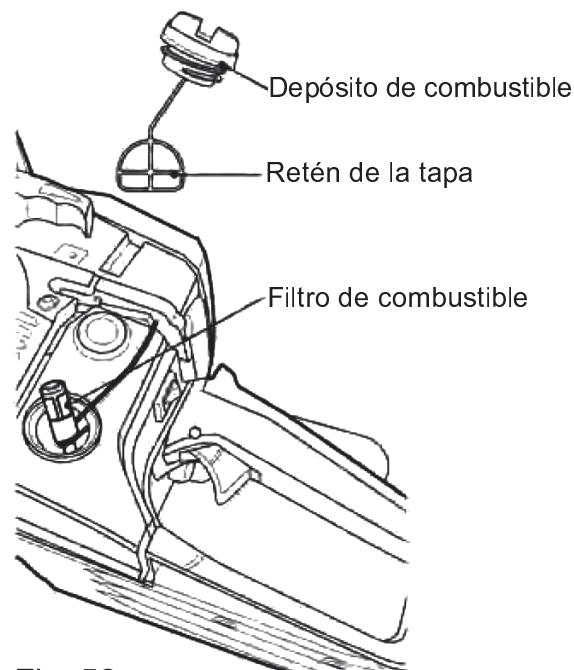

Fig. 52
- > El depósito de combustible de este producto está equipado con un filtro situado en el extremo libre del tubo de combustible (Fig. 52).